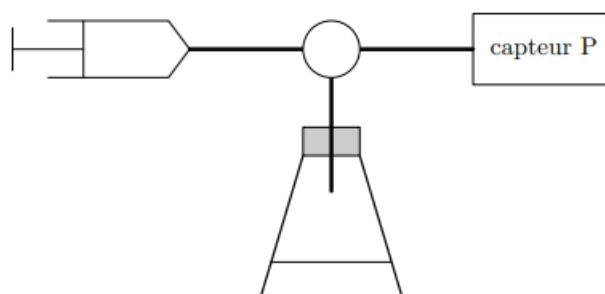

Figure 6
Un bouchon équipé d'un robinet 3 voies est vissé hermétiquement sur cet erlenmeyer. L'une des voies permet l'ajout de gaz à l'aide d'une seringue, l'autre permet de mesurer, à l'aide d'un capteur adapté, la pression totale à l'intérieur de l'erlenmeyer (figure 6). Le volume des tuyaux de connexion est négligé. La valeur de la pression initiale est $P_i = 1005 \text{ hPa}$ ($1 \text{ hPa} = 100 \text{ Pa}$).
- *deuxième titrage*, reprendre le montage décrit dans la figure 6 et introduire, à l'aide de la seringue, 60 mL de dioxyde de carbone (pression $P_i = 1005$ hPa, température $T_i = 21$ °C) dans 20 mL de la solution basique ; agiter cinq minutes à température ambiante. La solution obtenue est notée $S_{capture}$. Prélever 2,0 mL de la solution $S_{capture}$ et les verser dans un bécher, titrer comme précédemment après avoir rajouté 20 mL d'eau ;